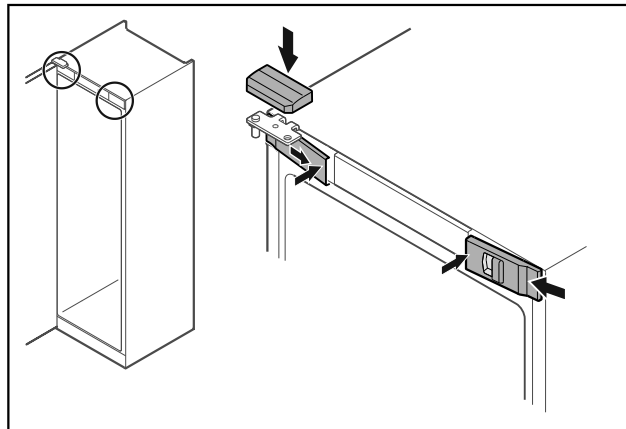

Fig. 46
- Αναρτήστε τα μπροστινά καλύμματα Fig. 46 (1) στο πλαίσιο και κουμπώστε τα εσωτερικά.
- Κουμπώστε το επάνω κάλυμμα Fig. 46 (2) από πάνω.